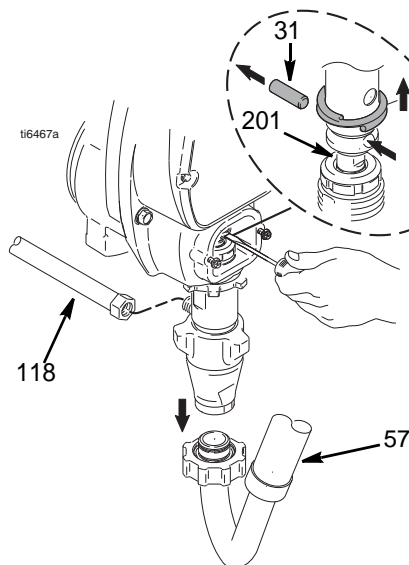

FIG. 16
3. FIG. 16. Stanna pumpen med kolvstången (201) i nedersta läget.
5. FIG. 16. Ta bort slangen (118) och sugslangen (57). Tryck upp låsfjädern med en skruvmejsel och tryck ut stiftet (31).